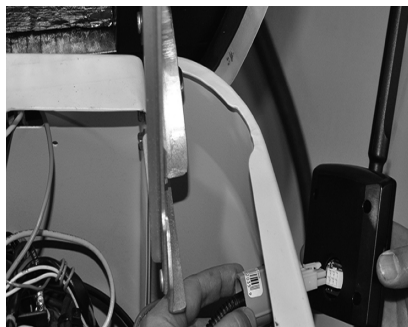

Figure 3-10. Branchez le câblage dans l'appareil Mobile Link
14. Insérez le connecteur à six broches dans l'appareil Mobile Link. Voir la Figure 3-10. Le connecteur ne s'installera que dans un sens. NE FORCEZ PAS pour le mettre en place.